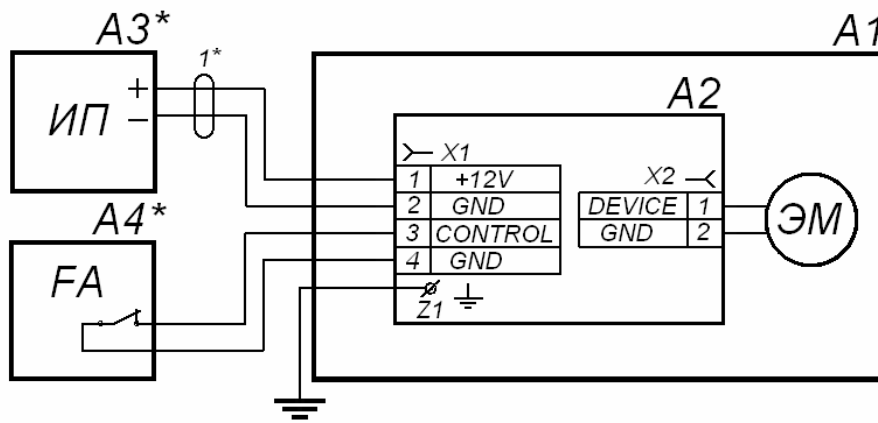

Рисунок 16. Схема электрических соединений при подключении стойки с электромагнитным УБ
7. Подключите провода цепей питания и управления к плате согласно схеме электрических соединений, приведенной на рис. 16.